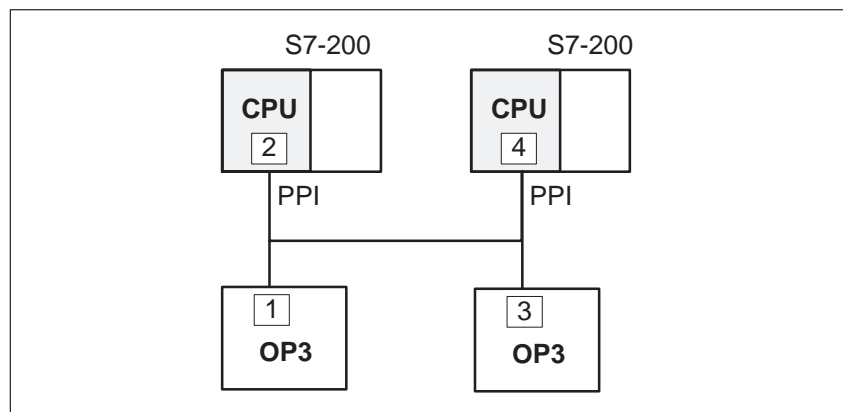

Figura 12-1 Accoppiamento dell'OP3 al SIMATIC S7-200
In una configurazione di rete PPI, l'OP3 ed il dispositivo di programmazione (PG) sono sempre master e l'S7-200 è sempre slave. Però, un S7-200 può comunicare solo con un master. La figura 12-1 mostra una possibile configurazione di rete. I numeri 2, 4, 1 e 3 sono degli esempi di indirizzo.